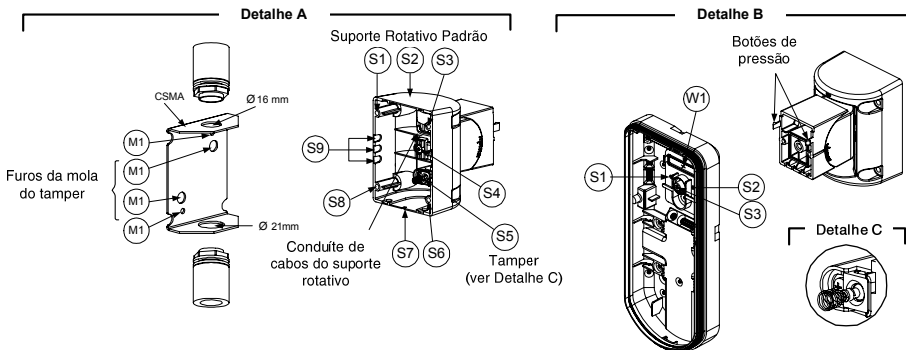

Figura 6
- Abra os furos pré-marcados na base externa (Figura 6, Detalhe B)
- No acessório do Suporte Padrão remova os furos pré-marcados de fiação S2, S7 ou S9 (Figura 6, Detalhe A).
- Remova o tamper de parede da base interna (Veja o item: "Mudando a posição do tamper de parede") e conecte-o no S5 (Figura 6, Detalhe A) do Suporte Padrão.
- Insira o cabeamento externo através dos furos pré-marcados S2, S7 ou S9 e puxe-os (incluindo a fiação de tamper) Através da passagem de fiação do suporte padrão (Figura 6, Detalhe B).
Montando o suporte com conduíte (usando o Adaptador Metálico do Suporte de Conduíte - AMSC, Figura 6, Detalhe A)
- Insira os cabos externos e os fios do tamper na passagem de fiação do Conduíte (Figura 6, Detalhe A).
- Insira os fios do tamper e os cabos externos através do furo pré-marcado W1 do Suporte Padrão na base externa (Figura 6, Detalhe B).